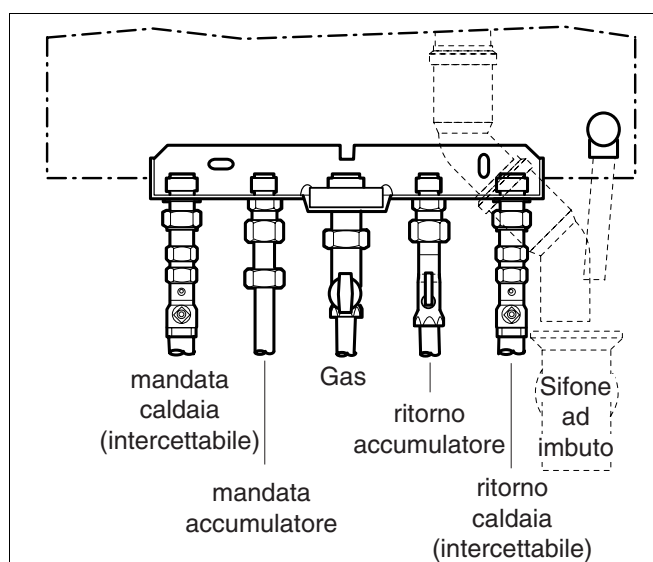
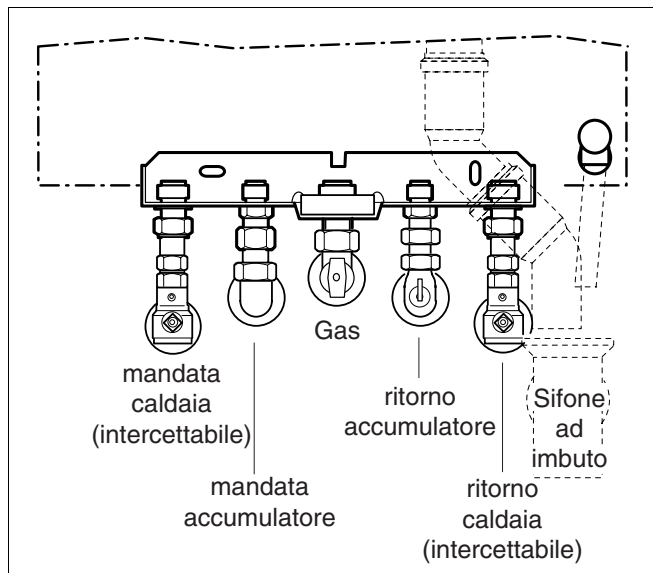

Fig. 3 Montaggio esterno dei raccordi tubazione
Fig. 4 Montaggio esterno dei raccordi tubazione
Montare un rubinetto di intercettazione del gas (accessorio) con un collegamento a vite sulla tubazione di alimentazione del gas. Collegare il tubo non sottoponendolo a tensioni (fig. 3 e fig. 4).
- Collegare i tubi non sottoponendoli a tensioni (fig. 3 e fig. 4).
- Fissare la condotta di scarico della condensa del sifone con una fascetta serracavo alla valvola di sicurezza della condotta di scarico (fig. 3 e fig. 4).